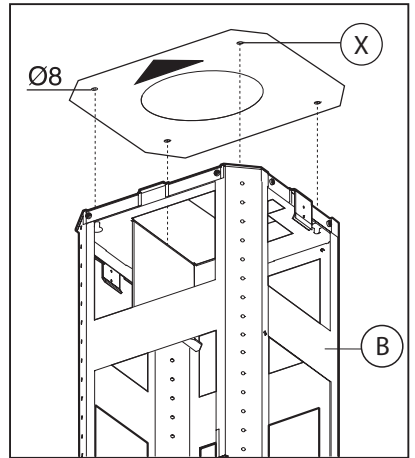

Fig.3
-Posizionare la dima di foratura sul soffitto facendo attenzione che la freccia sia posizionata nello stesso lato del comando dell'apparecchio (Fig.3). Effettuare i 4 fori Ø8 al soffitto ed avvitare 3 viti senza tirarle completamente facendo attenzione di non inserire le viti nel foro contrassegnato con una **X** sulla dima di foratura (le viti e tasselli ad espansione devono essere idonei al tipo di muro).